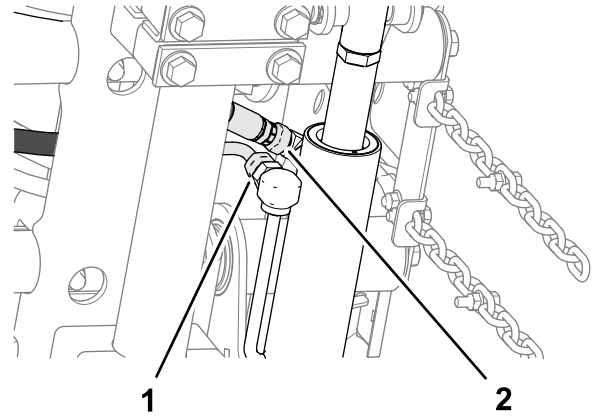

Figura 16
2. Alinee un espaciador entre la placa de tiro y la placa de montaje (Figura 16), y monte provisionalmente las placas y el espaciador con un perno de cuello cuadrado ($\frac{3}{8}$ " x $1\frac{1}{4}$ ") y una contratuerca con arandela prensada ($\frac{3}{8}$ ").